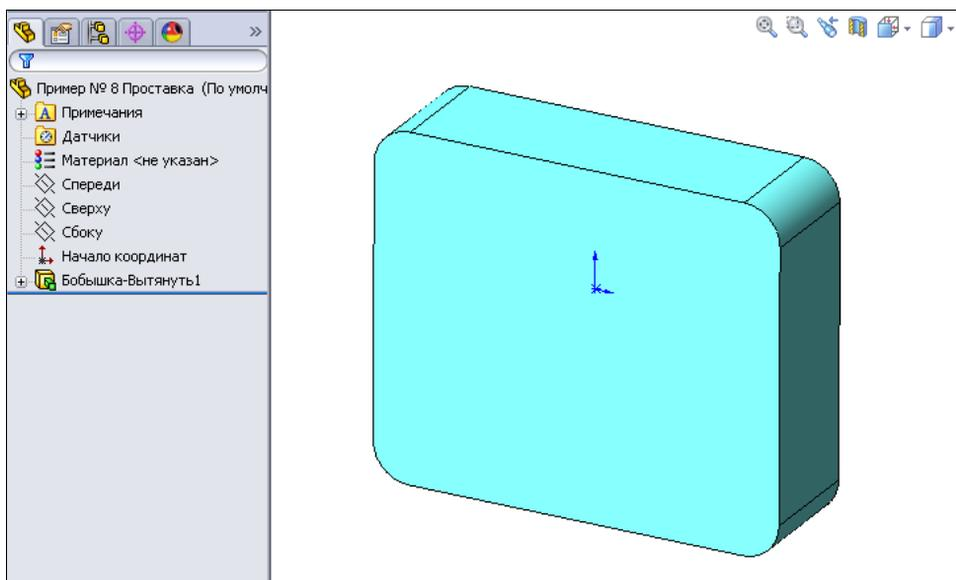

Рис. 2.84
- Нажмем кнопку **ОК** . В результате будет построено прямоугольное основание проставки (рис. 2.84).